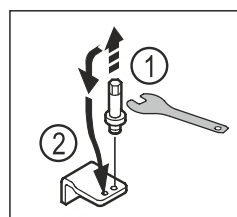

Fig. 19
- Bolzen des unteren Lagerbocks mit Außensechskantschlüssel SW5 herausdrehen. Fig. 19 (1)
- ▶ Bolzen auf der Gegenseite einsetzen. *Fig. 19 (2)*